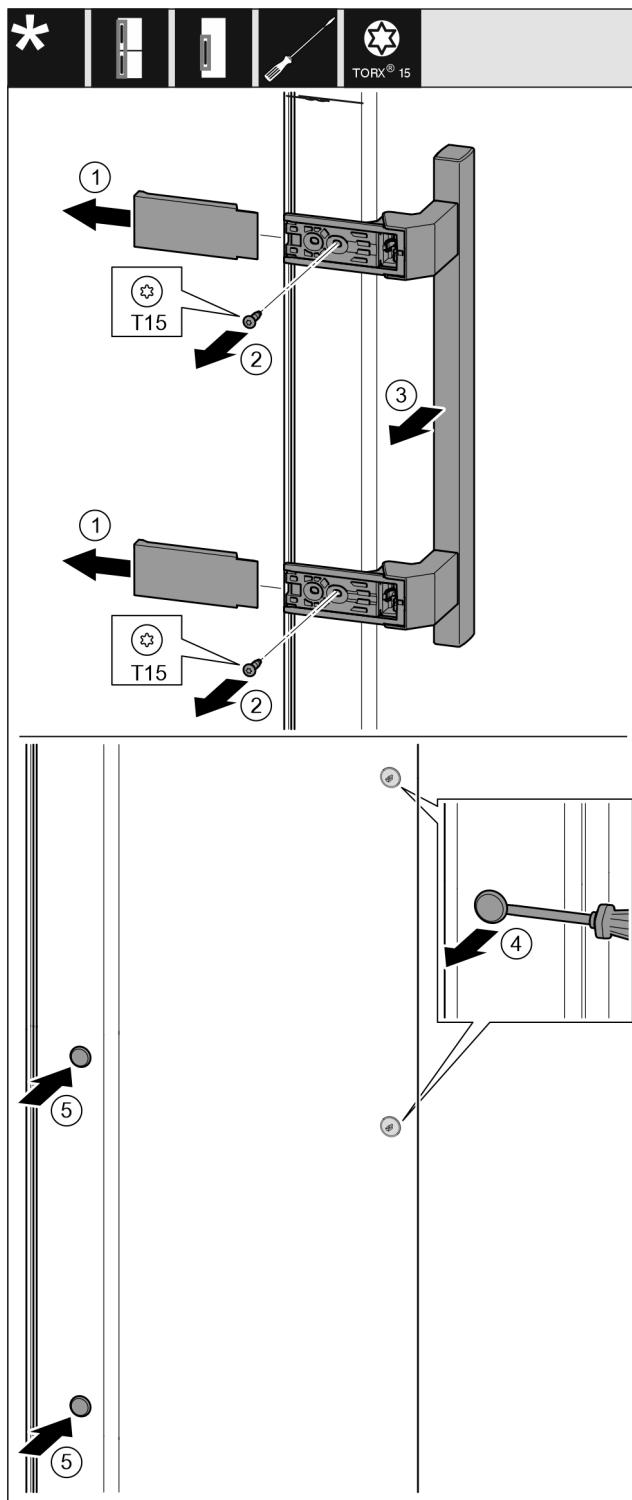

Fig. 17
- Stáhněte kryt. Fig. 17 (1)
- Šroubovákem T15 vyšroubujte šrouby. Fig. 17 (2)
- Sejměte madlo. Fig. 17 (3)
- Postranní zátku opatrně nadzvedněte plochým šroubovákem a vytáhněte. Fig. 17 (4)
- Zátku opět vložte na druhé straně. Fig. 17 (5)